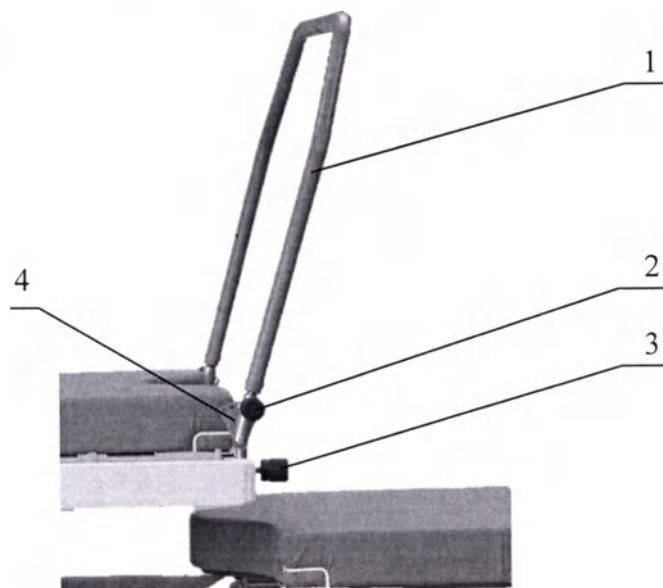

Рисунок 31
14.1.3 Опорная дуга. Рисунок 31.
После установки дуги опорной 1 (Рисунок 31) в отверстия на центральной секции кровати, для фиксации дуги опорной 1, затянуть винт 3 от усилия руки. Для наклона дуги опорной 1 на необходимый угол, выкрутить винты 2 из двух стоек дуги опорной на величину достаточную для свободного поворота дуги опорной. Для фиксации дуги опорной в установленном положении, затянуть винты 2, при этом винт 2 должен войти в отверстие на секторе 4 дуги опорной.